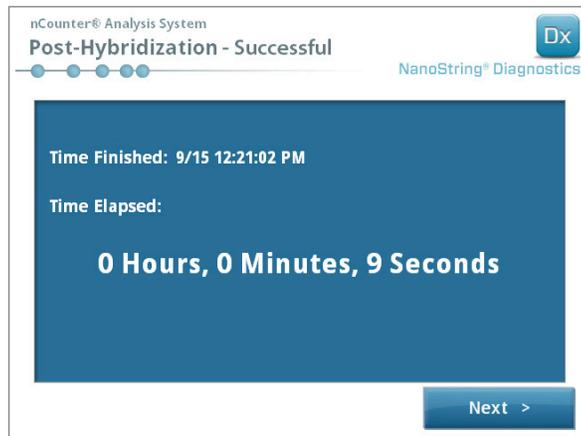

FIGURA 5.28: Ecrã "Processamento do Sistema Concluído"
17. Após a finalização do processamento de amostras, surgirá um ecrã azul e o temporizador iniciará uma contagem do tempo decorrido desde a conclusão do ciclo (FIGURA 5.28). Toque em **Next** (Seguinte).